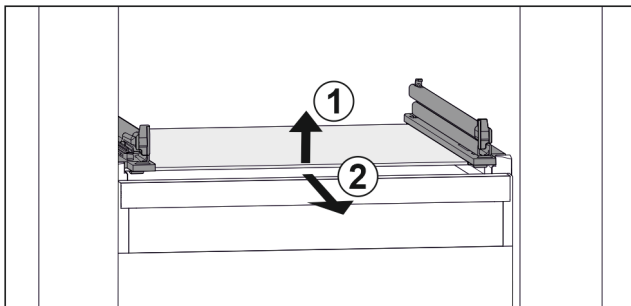

Fig. 118 Representación de la placa de vidrio a modo de ejemplo
- ▶ Levante la placa de vidrio por delante. Fig. 118 (1)
- ▶ Retire la placa de vidrio hacia adelante. Fig. 118 (2)